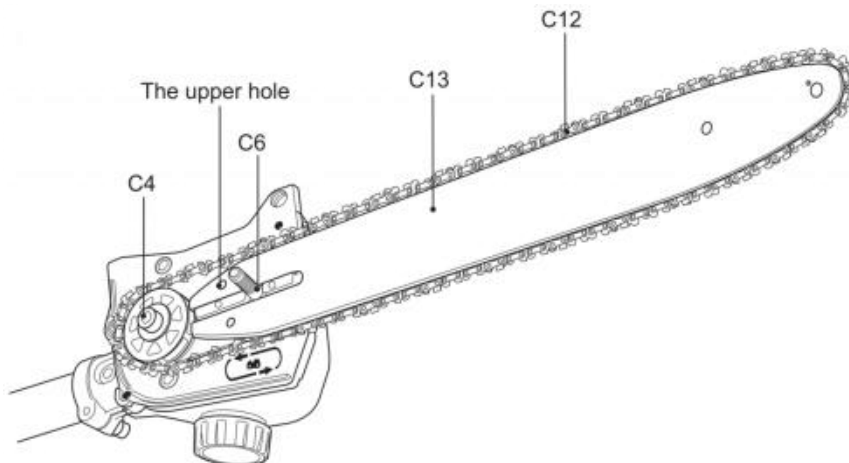

Fig. 10
6) Rikta in sågkedjan (C12) och svärdet (C13) med drivhjulet (C4) och monteringsbulten (C6). Lägg sågkedjan (C12) runt drivhjulet (C4) och sänk sedan svärdet (C13) för att montera det på monteringsbulten (C6). Se till att spännstiftet förs in i det övre hålet på svärdet (C13). (Bild 10)